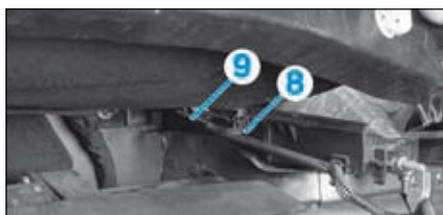

FIG.59
Insérer les têtes (8) dans les encoches (9) et procéder dans l'ordre inverse de la dépose (Fig.59).